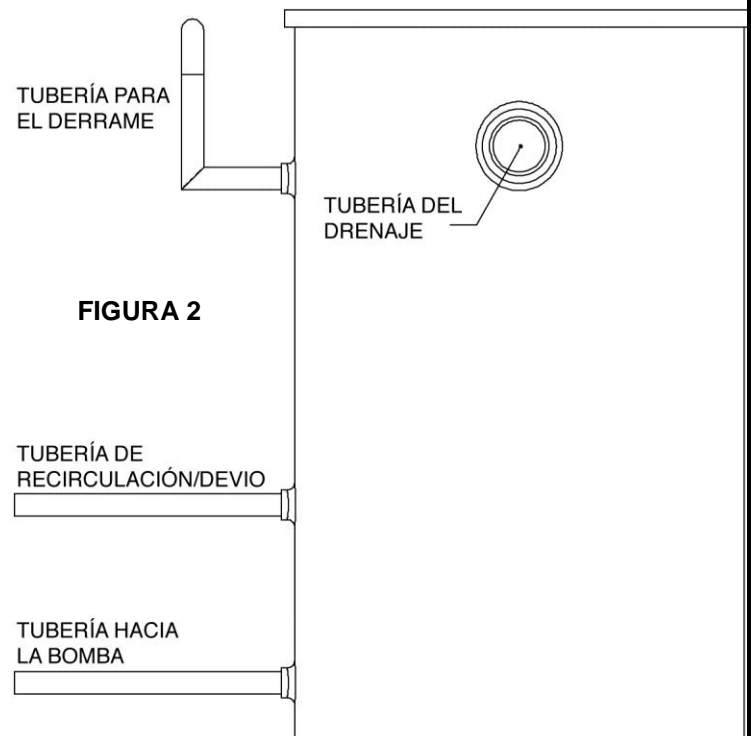

FIGURA 2
22. El depósito de 150 galones (10) tiene cuatro accesorios previamente unidos al tanque. Hay tres accesorios hembra roscados de 1 ½" (3.8 cm) y uno de 4" (10.1 cm). El tanque mide 32" (81.3 cm) de diámetro y 51" (129.5 cm) de altura.
24. Los tres accesorios de 1 ½" están alineados mutuamente y ubicados a 90 grados de la tubería del drenaje de 4", como se aprecia en la **FIGURA 2**.